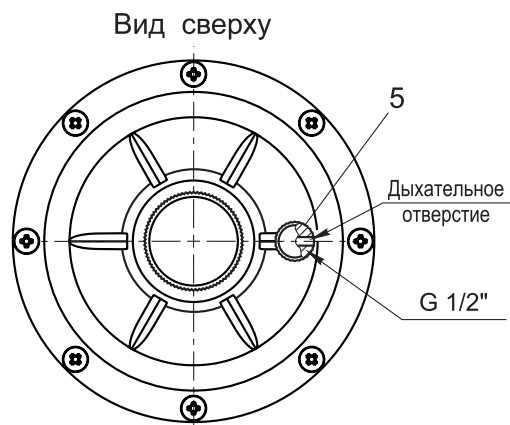

Рис. 6
4.2.12 В заглушке дыхательного отверстия 5 (см. рис. 6) выполнено отверстие малого диаметра. Для нормальной работы регулятора необходимо следить, чтобы отверстие оставалось открытым. Запрещается закрывать дыхательное отверстие. При необходимости возможно присоединение выводящего трубопровода к резьбовому отверстию, закрытому заглушкой дыхательного отверстия (резьба G1/2" - для DN 32 - 100).
4.6.2 Для пломбировки используйте проволоку диаметром 0,8 - 1,5 мм, которую необходимо протягивать через отверстия, расположенные в защитной пробке и плоскости соединения корпусных деталей (рис. 6, места А и Б). Пломбировка места Б произведена на заводе-изготовителе. Пломбировка места А осуществляется после настройки регулятора на необходимое выходное давление.